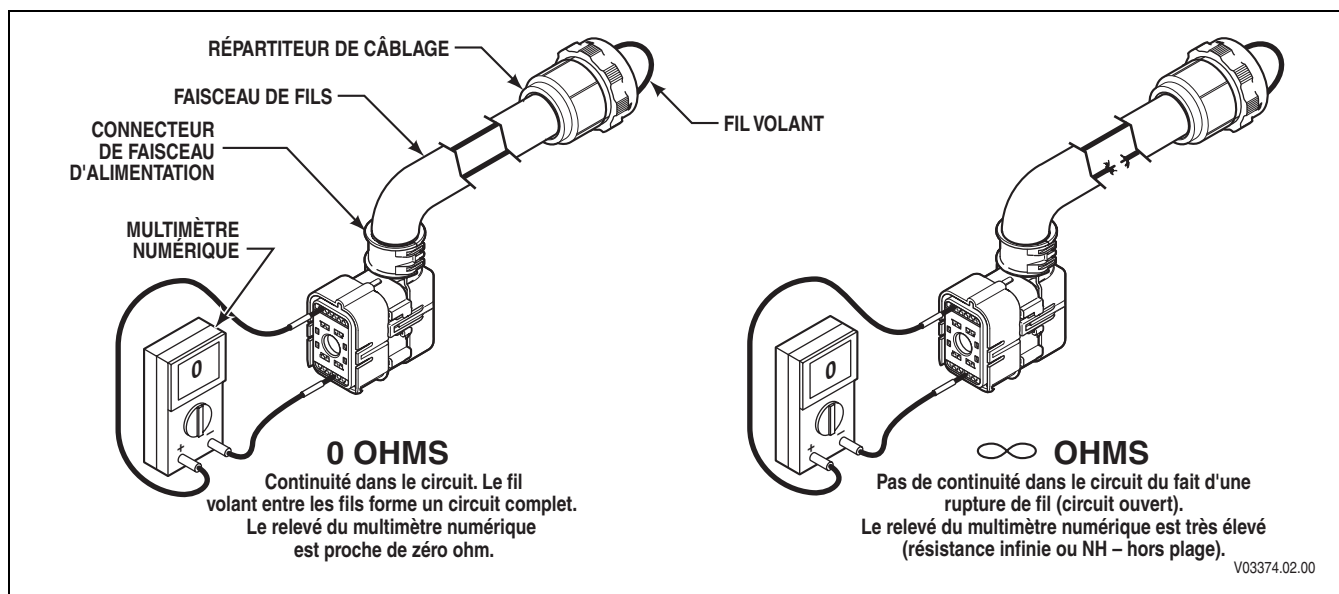

Figure 4-1. Circuit ouvert
- a. Vérifiez la continuité des fils 111 et 174 en procédant comme suit (Figure 4-1) :
- (1) Débranchez le connecteur à 80 voies du TCM puis le faisceau du connecteur principal de la transmission. En utilisant le jeu de fils volants J 39197, connectez les fils 111 et 174 entre eux à une extrémité du faisceau, en prenant garde de ne pas tordre les bornes. La connexion des fils 111 et 174 à l'aide de fils volants crée un circuit entre eux.